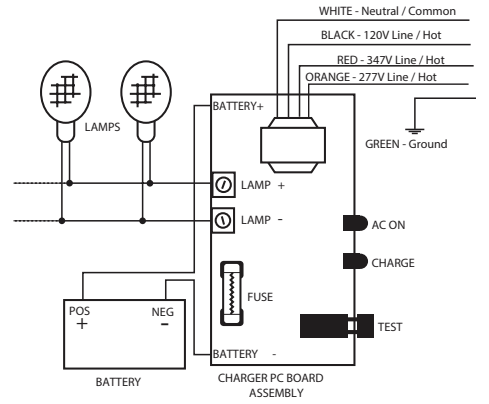

Fig. 6
5. Connect AC supply per diagram provided (Fig. 6). Insulate unused wire!
5. Connectez l'alimentation CA selon le schéma fourni (Fig. 6). Isolez les fils inutilisés !